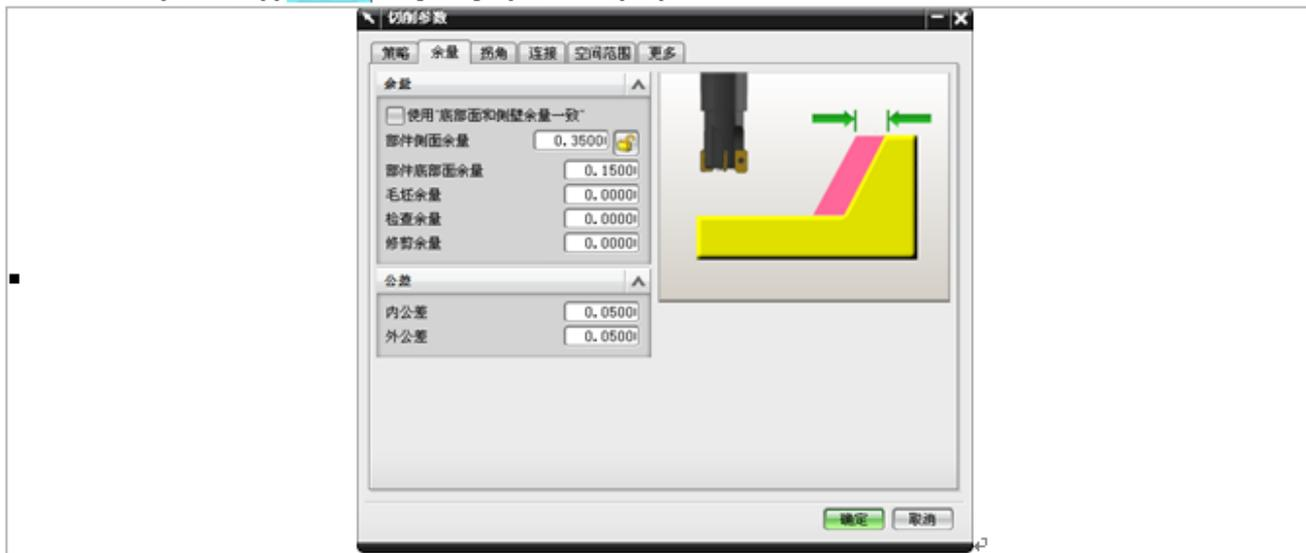

图3-17 【余量】选项。
- 【余量】选项: 主要设置部件的侧面余量和底部面余量。在【切削参数】对话框中选择 **余量** 选项, 如图 3-17 所示。↵